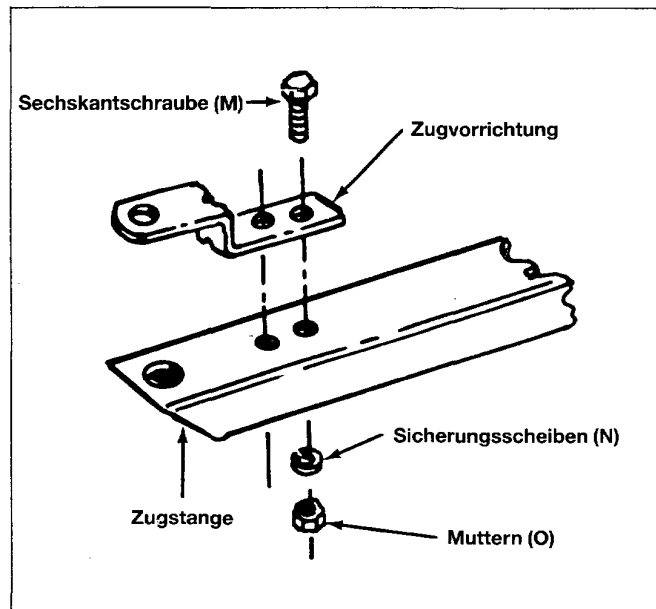

Bild 14
19. Die Zugvorrichtung auf der Zugstange montieren. Sechskantschraube 10x25 mm (M), Sicherungscheiben (N) und Muttern (O) benutzen. Siehe Bild 14.